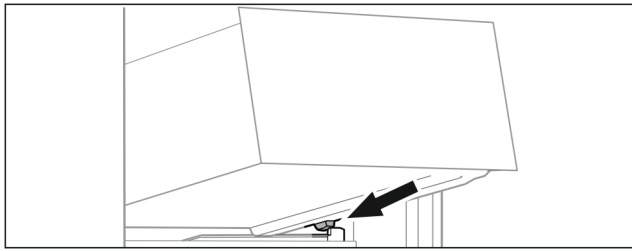

Fig. 65
- ▶ Встановити висувний ящик за стопорами на ребро для резервуару навкоси. (див. Fig. 65)